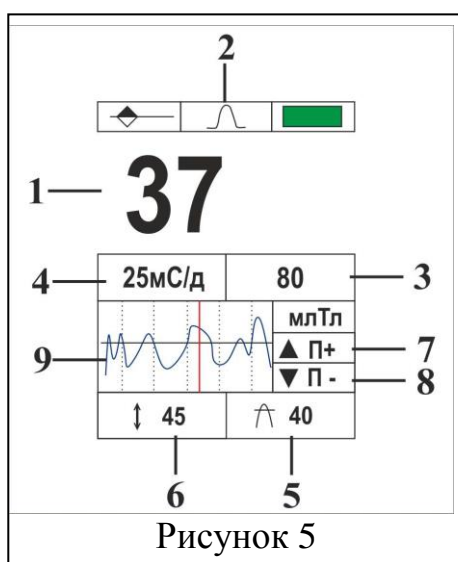

Рисунок 5
Примечание - В режиме измерения импульсного поля есть возможность изменять порог срабатывания триггера. Порог можно увеличивать / уменьшать при нажатии кнопок «ВНИЗ» / «ВВЕРХ» и отображается на дисплее (рисунок 5, обозначение 3).
10.6.4 В режиме измерения импульсного магнитного поля предусмотрена возможность изменения горизонтального масштаба, текущий масштаб отображается на дисплее (рисунок 5, обозначение 4).